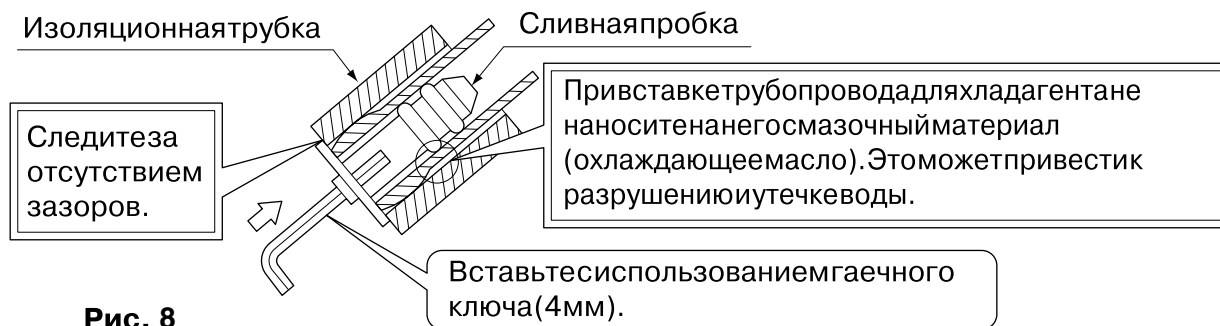

Рис. 8
- Снимите сливную пробку, изоляционные трубки и дренажный шланг с дренажного поддона и переместите их. (См. рис. 8)
- Заблаговременно подсоедините локальный трубопровод хладагента таким образом, чтобы он совпадал с отметками жидкостной трубы и газовой трубы, высеченными на установочную панель (1).